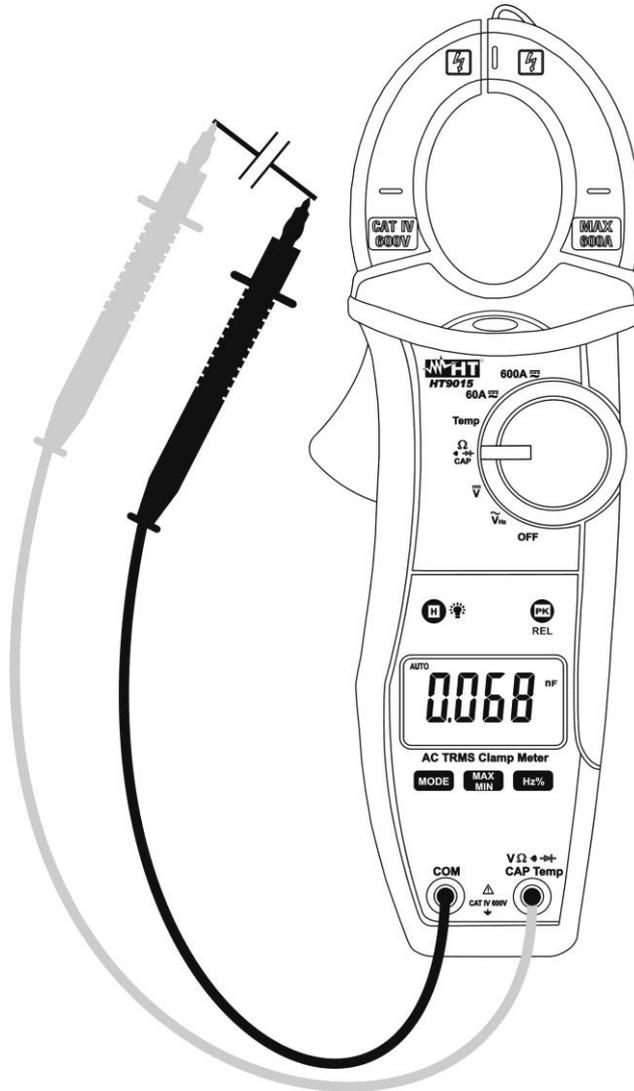

Fig. 7: Uso da pinça para a medição de Capacidades
4. Colocar as ponteiros nos pontos pretendidos do circuito em exame (Fig. 7). O valor da capacidade será apresentado no display. Na medição de capacidades a barra gráfica analógica fica desativada